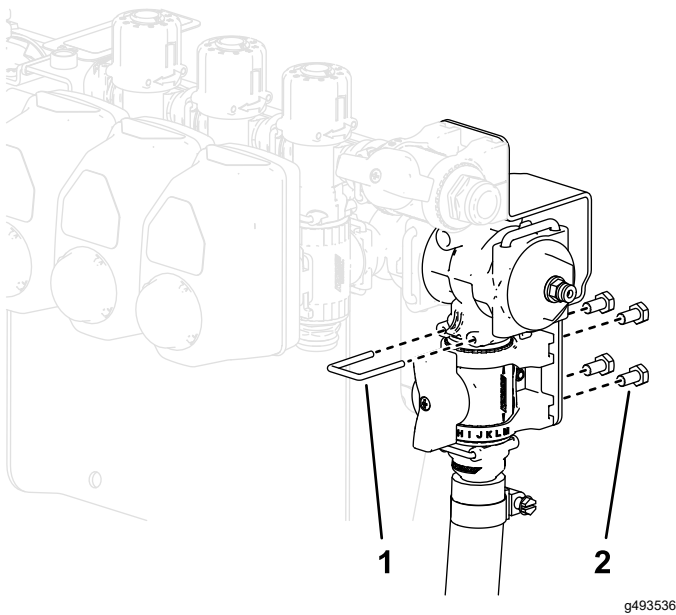

Figure 32
14. Branchez la vanne de commande dotée du raccord droit au bas du collecteur en T à l'aide de l'étrier inclus (Figure 32).
15. Montez la vanne de commande au bas de la patte de fixation au moyen de 4 boulons (M6), comme montré à la Figure 32.